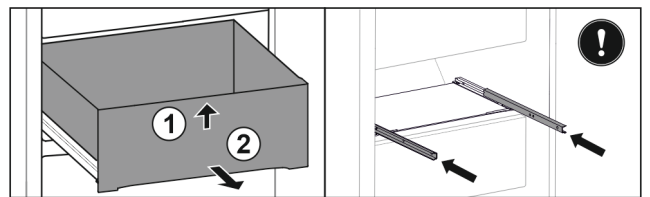

Fig. 48
- ▶ Sollevare il cassetto dal davanti. Fig. 48 (1)
- ▶ Rimuovere il cassetto tirandolo in avanti. Fig. 48 (2)